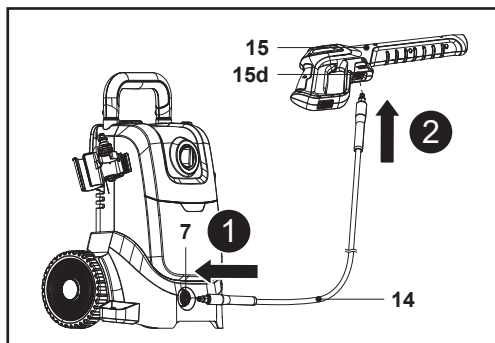

Fig. 5
1. Împinge un capăt al furtunului cu presiune (14) în racordul de furtun (7) de pe aparat până la capăt, când auzi un clic (fig. 5, pasul 1).
3. Împinge celălalt capăt al furtunului cu presiune (14) în racordul de furtun (15d) de pe pistolul pulverizator (15) până la capăt, când auzi un clic (fig. 5, pasul 2).